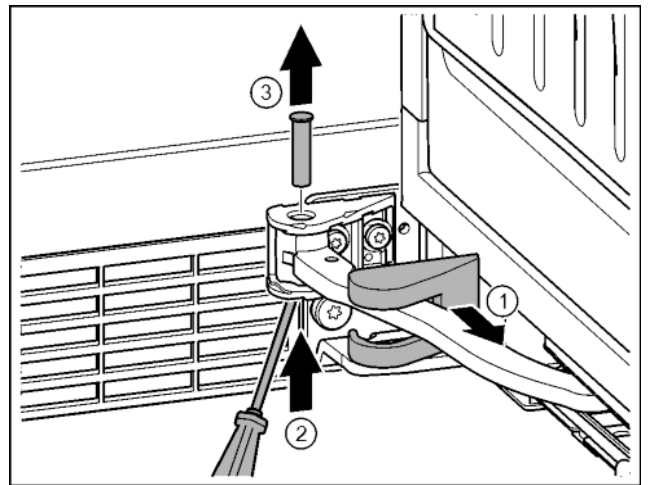

Fig. 15
- ▶ Снять крышку опорного кронштейна и переместить вдоль шарнира. Fig. 15 (1)
- ▶ Рукой или отверткой приподнять палец снизу. Fig. 15 (2)
- ▶ Вставить отвертку под головку пальца и вытащить его. Fig. 15 (3)